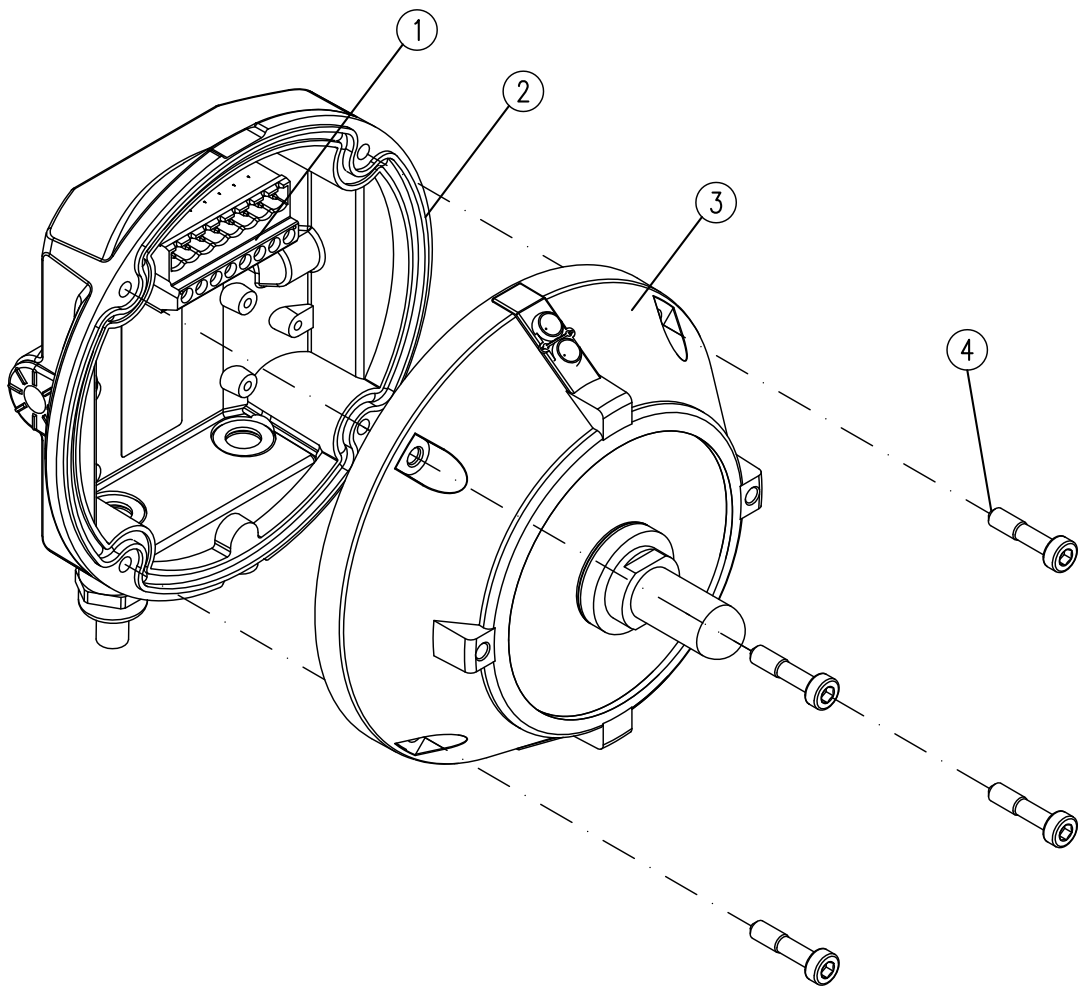

Abb. 25: WMX5000 Melder mit Meldersockel verschrauben
7. ➤ Melder (Abb. 25/3) auf Meldersockel (Abb. 25/2) stecken. Dabei muss die Anschlussklemmleiste (Abb. 25/1) in die Buchse am Melder passen. Die Kabeleinführungen des Meldersockels sollten nach unten ausgerichtet sein.
8. ➤ Melder und Meldersockel mit beiliegenden Schrauben (Abb. 25/4) verschrauben. Schrauben über Kreuz mit einem Innensechskantschlüssel (SW 4 mm, 3,5 Nm) anziehen, um Undichtigkeiten zu vermeiden.
6. ➤ Meldersockel (Abb. 25/2) auf Melder (Abb. 25/3) stecken. Dabei muss die Anschlussklemmleiste (Abb. 25/1) in die Buchse am Melder passen. Die Kabeleinführungen des Meldersockels sollten nach unten ausgerichtet sein.
7. ▶ Melder und Meldersockel mit beiliegenden Schrauben (Abb. 25/4) verschrauben. Schrauben über Kreuz anziehen, um Undichtigkeiten zu vermeiden. (SW 4mm, 3,5 Nm)
7. ► Melder (Abb. 25/3) auf Meldersockel (Abb. 25/2) stecken. Dabei muss die Anschlussklemmleiste (Abb. 25/1) in die Buchse am Melder passen. Die Kabeleinführungen des Meldersockels sollten nach unten ausgerichtet sein.
8. ► Melder und Meldersockel mit beiliegenden Schrauben (Abb. 25/4) verschrauben. Schrauben über Kreuz mit einem Innensechskantschlüssel (SW 4 mm, 3,5 Nm) anziehen, um Undichtigkeiten zu vermeiden.